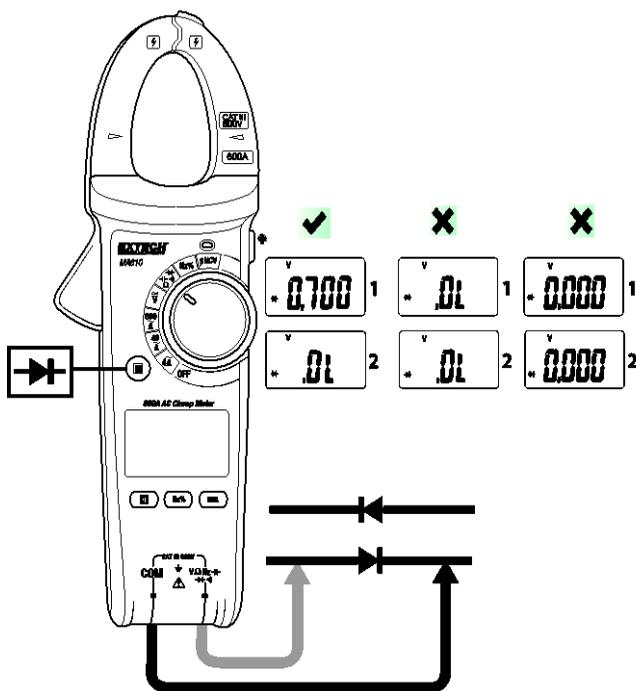

图 8 - 二极管测量
3. 将黑色测试导线的香蕉插头插入负极 (COM) 插孔，将红色测试导线的香蕉插头插入红色 (V) 插孔。参见图 8。